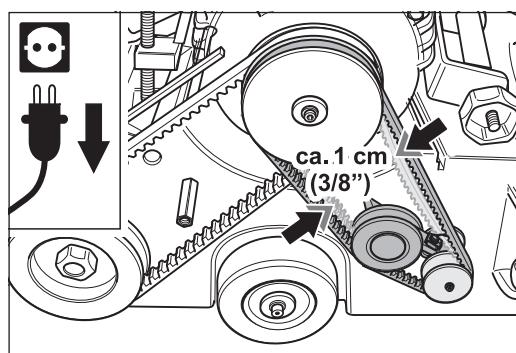

Abb. 67 Spannen des Keilriemens für den Ventilator. Der Keilriemen sollte sich knapp eine Riemenbreite durchbiegen lassen.
- 8 Kontrollieren Sie die Riemenspannung. Der Keilriemen sollte sich knapp eine Riemenbreite durchbiegen lassen (Abb. 67).